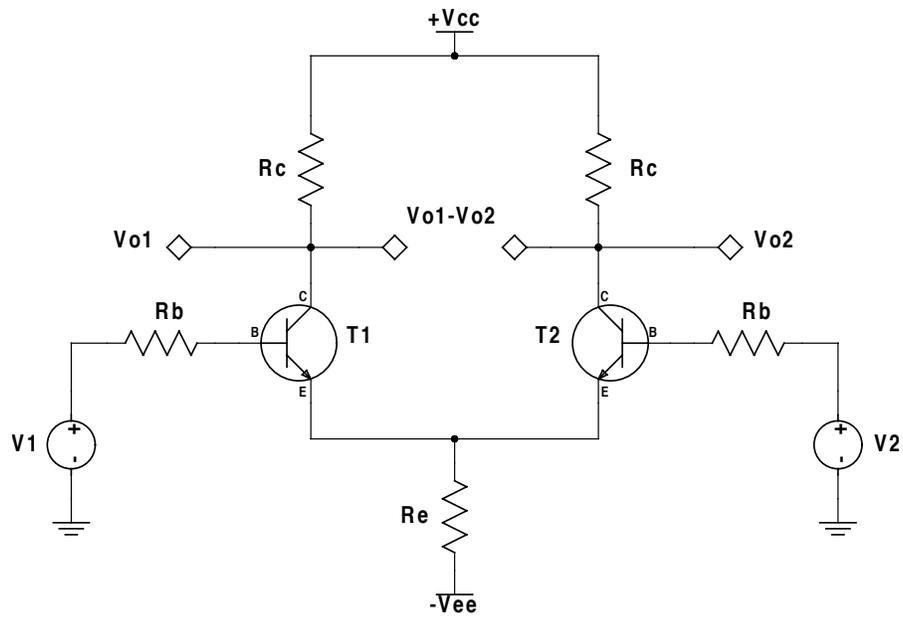

Figura 1.1: Amplificador diferencial básico.
La figura 1.1 muestra un circuito atractivo para realizar conmutación de muy alta velocidad este circuito evita el tiempo de saturación del transistor y logra así tiempos de conmutación más rápidos, debido a tal característica se usa en circuitos integrados de alta velocidad.
2. Arme el circuito mostrado en el diagrama de la Figura 1.1, haciendo $V_2 = 0$ (es decir sustituya la fuente V_2 por una conexión a tierra).
8. Arme el circuito mostrado en el diagrama de la Figura 1.1, haciendo $V_1 = 0$ (es decir sustituya la fuente V_1 por una conexión a tierra) e inyecte una señal de $V_2 = 1$ Vpp a una frecuencia igual a 1kHz.